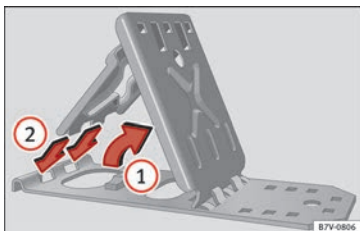

Fig. 102 Déplier les cales pliantes.
- Levez la plaque d'appui » fig. 102 ①.
- Introduisez les deux « agrafes » de la plaque de fixation dans les orifices allongés de la plaque de base ②.